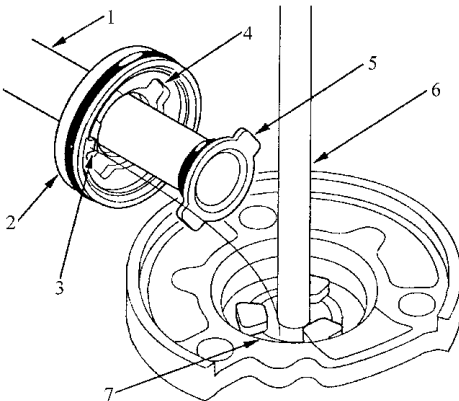

图 5-107 安装输油管
4) 如图 5-107 所示, 安装输油管。将输油管的凸耳与法兰盘上的导向器对齐, 穿过输油管凸缘来安装输油管。